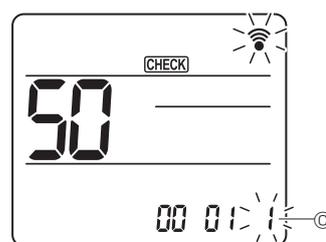

Fig. 6-19
④ Indstilling af indstillingsnummer
Brug [00]-knappen til at ændre indstillingsnummeret ④. (Fig. 6-19)